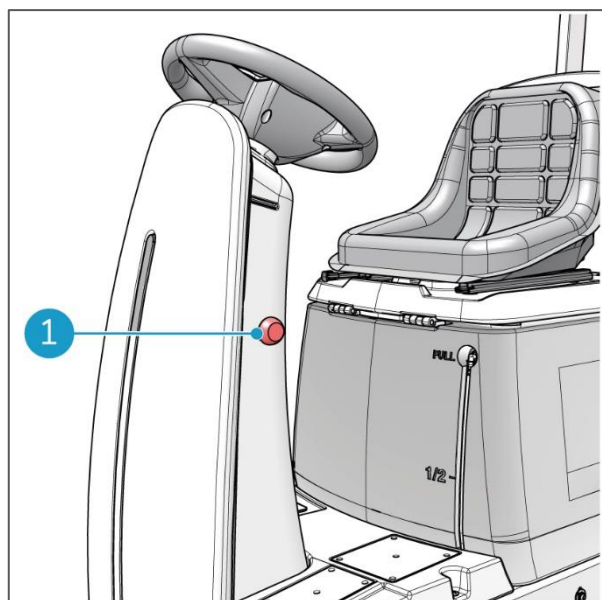

Figura 7
Il pulsante di arresto di emergenza (Figura 7, pos 1) è posizionato sul piantone dello sterzo.